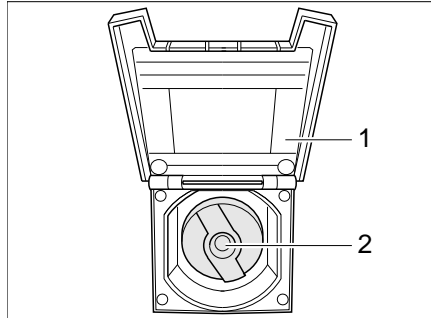

Bild 209 Verschlussdeckel für Trinkwasser-Einfüllstutzen
- Deckel (Bild 209,1) zum Trinkwasser-Einfüllstutzen öffnen.
- Schlüssel in Schließzylinder (Bild 209,2) stecken und eine viertel Umdrehung entgegen dem Uhrzeigersinn drehen.
- Trinkwasser-Einfüllstutzen (Bild 209) öffnen.